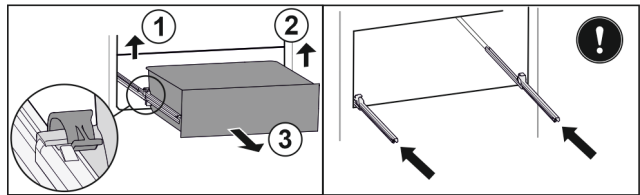

Fig. 89
- ▶ Приподнимите левый зажим и одновременно вытяните движением вперед выдвижной ящик слева. Fig. 89 (1)
- ▶ Приподнимите правый зажим и одновременно вытяните движением вперед выдвижной ящик справа. Fig. 89 (2)
- ▶ Извлеките выдвижной ящик движением вперед. Fig. 89 (3)